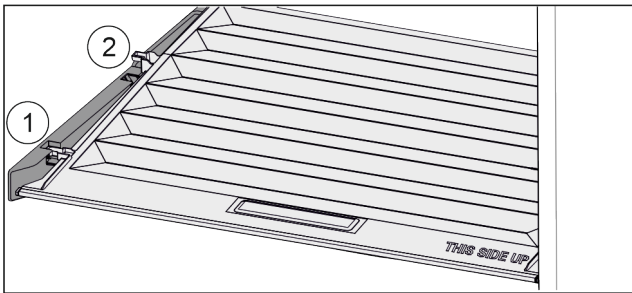

Fig. 61
- ▶ Deslice la tapa hacia delante hasta la abertura de las piezas de sujeción Fig. 61 (1).
- ▶ Levántela por detrás desde abajo y retírela tirando hacia arriba Fig. 61 (2).